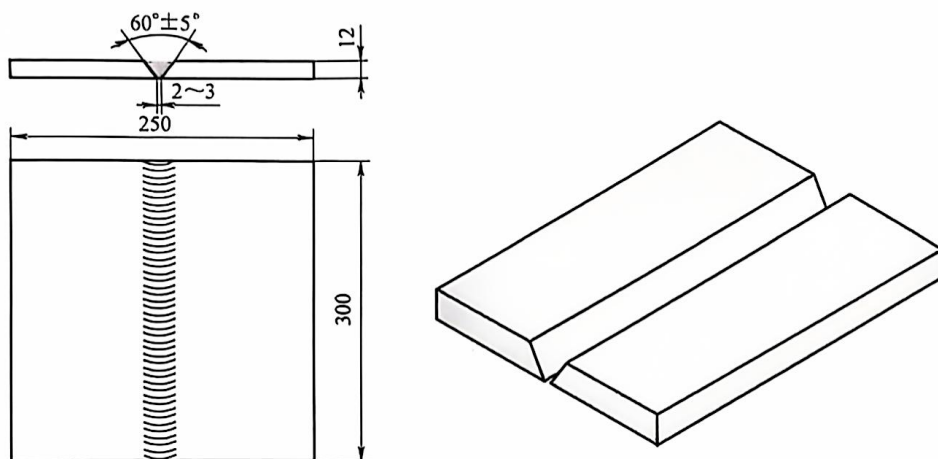

图 2-17 中厚板平对接产品结构和尺寸
(1) 焊件结构和尺寸 中厚板平对接产品结构和尺寸如图 2-17 所示。